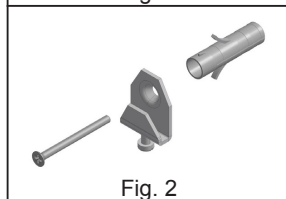

Fig. 2
- a) 2 nivellerende kroker som festes med medfølgende ekspansjonsplugger (Fig. 2)
- 7) Heng hetten på festesystemet (Fig. 2 og 3) og niveller den med justeringsskruen.